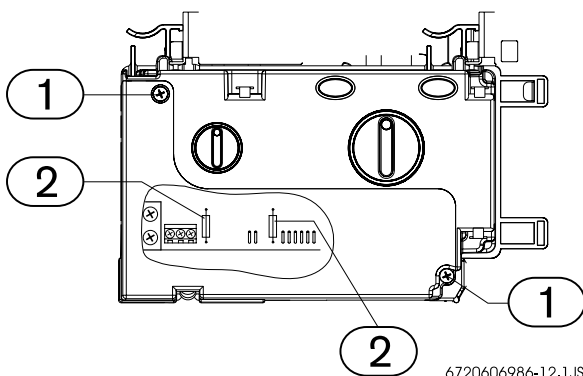

Fig. 15 Quadro comandi
- ▶ rimuovere le viti dello sportellino, presso il quadro comandi (Fig. 15, pos. 1).
- ▶ Sostituire il/i fusibile/i (Fig. 15, pos. 2).